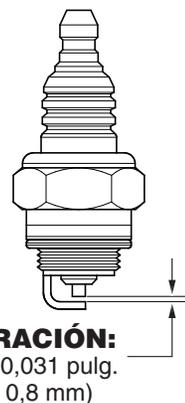

Figura 39. Bujía
- Quite la bujía (Figura 39) y límpiela con un cepillo de alambre, si va a seguir utilizándola. Si el aislamiento está agrietado o astillado, sustituya la bujía.
- Usando una galga, ajuste el espacio entre los electrodos de la bujía (Figura 39). El espacio debe ser de 0,028 – 0,031 pulgadas (0,7 – 0,8 mm).